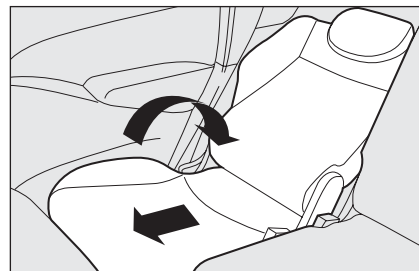

fig. 47
- inclinare lo schienale del sedile posteriore nella posizione desiderata **fig. 47**.